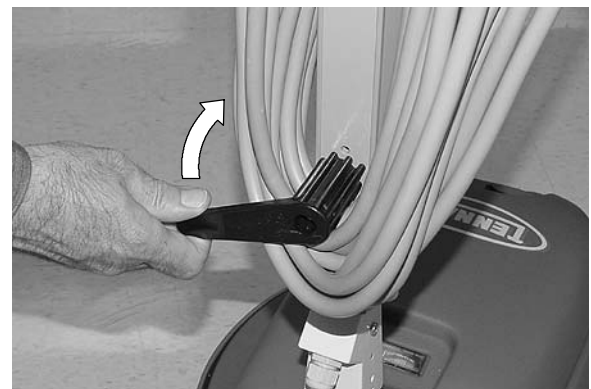

ABB. 4
1. Ziehen Sie den Schnellverschlussshaken für das Netzkabel heraus, drehen Sie ihn nach oben und nehmen Sie das Netzkabel von der Maschine ab (Abbildung 4).